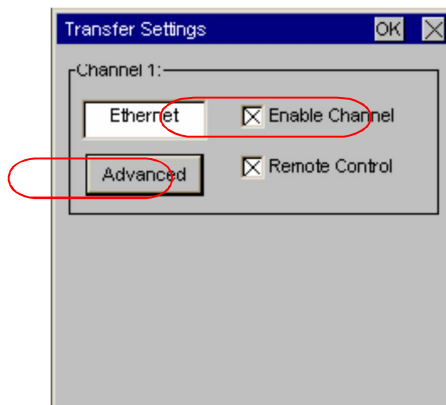

图 3.2.3
3. 进入传送设置画面后，使能该通道， 如图 3.2.3 所示, 然后点击“ Advanced” 按钮。